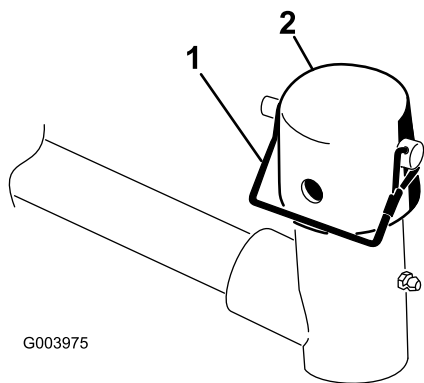

Рисунок 6
7. Снимите стопорный штифт и крышку с вилки шарнира подъемного рычага (Рисунок 6).
**Примечание:** При необходимости поворота режущего блока используйте паз; при необходимости фиксации режущего блока используйте отверстие (Рисунок 6).